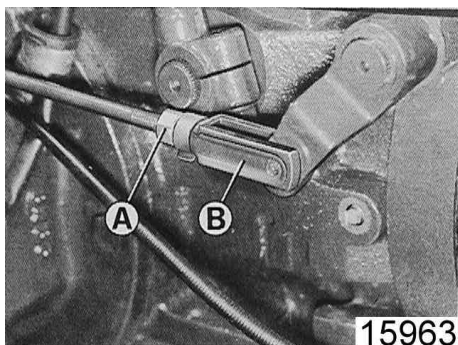

Fig. 1
- aflojar la tuerca **A** (fig. 1);